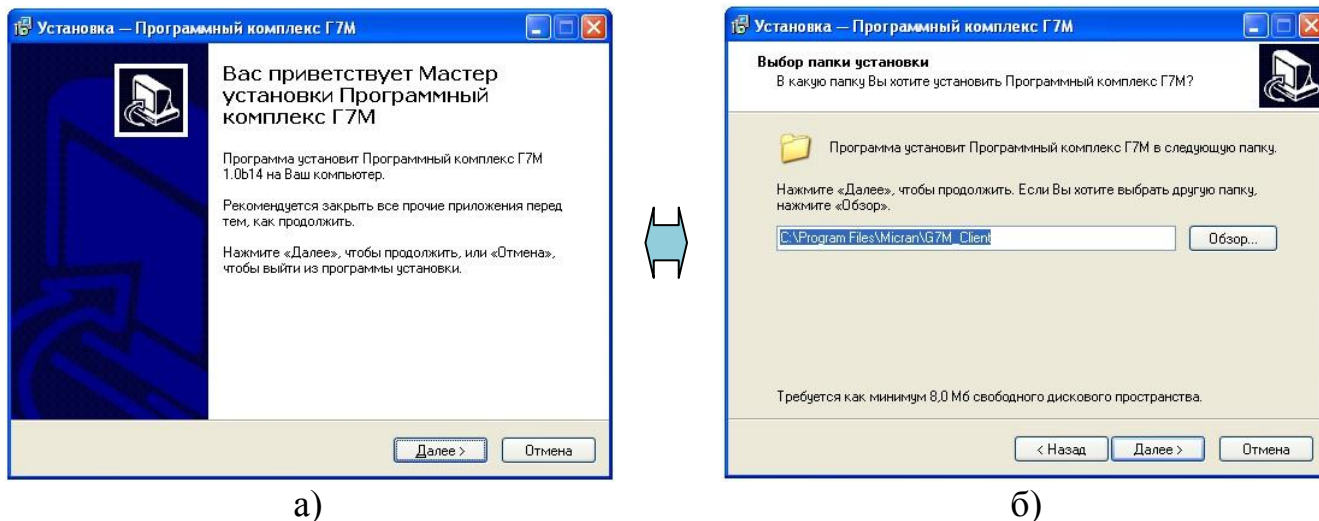
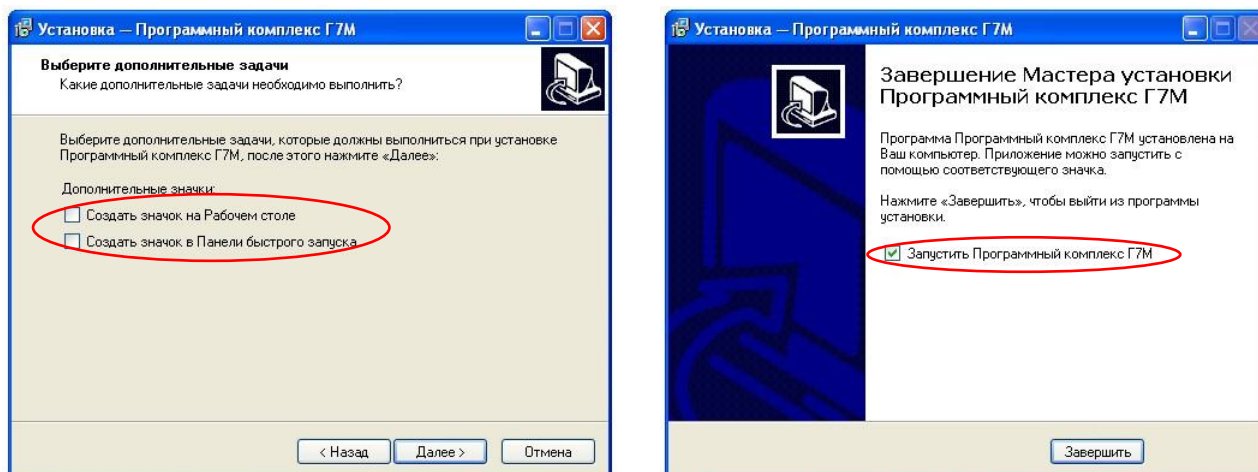

Рисунок 3.1 – Мастер установки ПО
Рисунок 3.2 – Мастер установки ПО
- а) запустить установочный файл программы «*setup_G7M_X.X.exe*», в результате будет запущен мастер установки ПО (рисунок 3.1-а);
В процессе установки пользователю будет предложено выбрать папку для установки (рисунок 3.1-б), папку в меню «*Пуск*» для создания в ней ярлыков, создать ярлык на рабочем столе и в панели быстрого запуска и запустить ПО по завершении программы установки (рисунок 3.2).